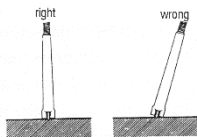

Fig.8
- * Cuando mida temperaturas en superficie, asegúrese de que hay un buen contacto entre la sonda de temperatura y la superficie a medir (Fig. 8).